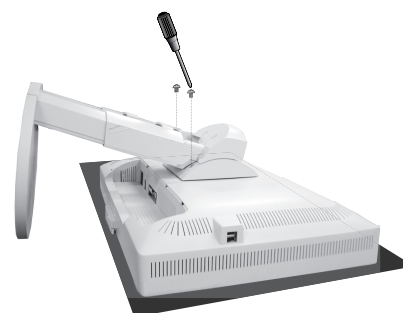

Figure S.3
3. Placez le moniteur face vers le bas sur une surface non abrasive (**Figure S.3**).
4. Retirez les deux vis qui relient le moniteur au support (**Figure S.3**).